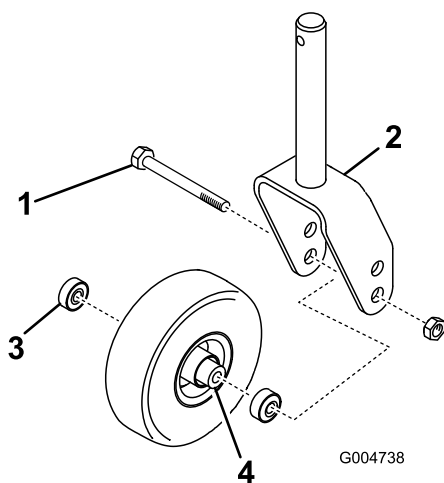

Рисунок 28
1. Отверните контргайку с болта, удерживающего узел поворотного колеса в вилке колеса (Рисунок 28).
- Извлеките подшипник из ступицы колеса и дайте выпасть проставке подшипников (Рисунок 28).